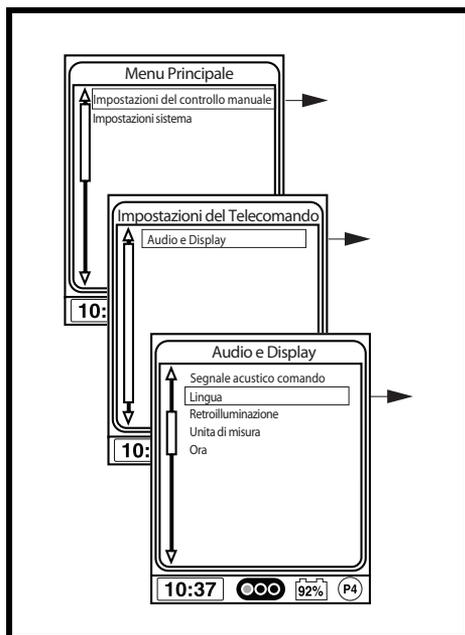

Figura 13. Schermate del menu
3. Usare il joystick per evidenziare l'opzione di impostazione del telecomando, quindi spingere il joystick verso destra per selezionare quella funzione. Vedere figura 13.
La centralina Q-Logic visualizza quattro tipi di messaggi: informazione, avvertenza, errore ed errore generale. Vedere figura 13.